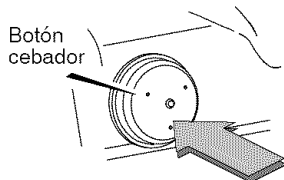

Figura 12
4. Oprima el **botón cebador** dos veces. Quite el dedo del botón cebador entre cebados (vea la Figura 12).